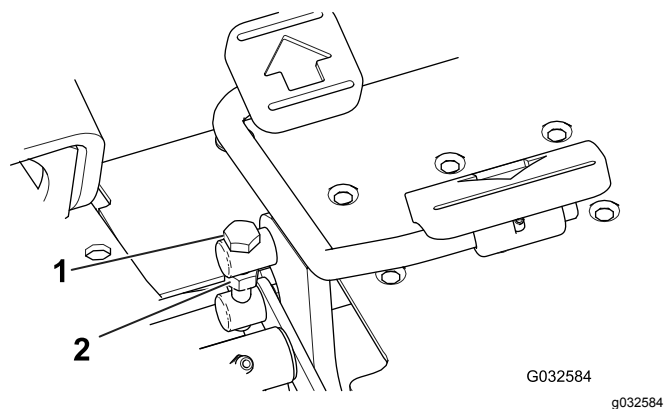

Figura 45
1. Solte a porca de bloqueio no parafuso do eixo no lado do pedal de tração (Figura 45).